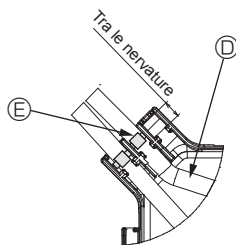

Fig. 7-6
**Utilizzare il nastro per fissare i cavi di giunzione tra le nervature sulla scatola dei connettori come illustrato nello schema. (Fig. 7-6)**